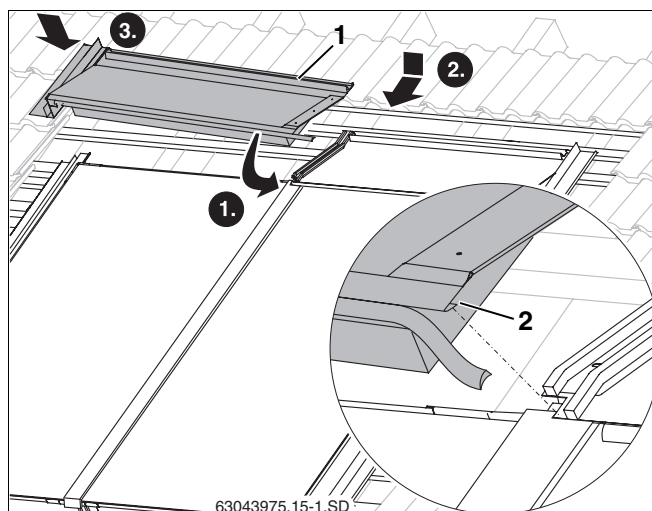

Fig. 55 Chapa protectora superior izquierda
- ▶ Enganche el resto de chapas protectoras superiores con la unión de la chapa (fig. 55, **pos. 2**) en la chapa protectora montada y, a continuación, deslícelas hacia el colector.
- ▶ Introduzca la chapa protectora superior izquierda (fig. 55, **pos. 1**) en la chapa protectora lateral izquierda.